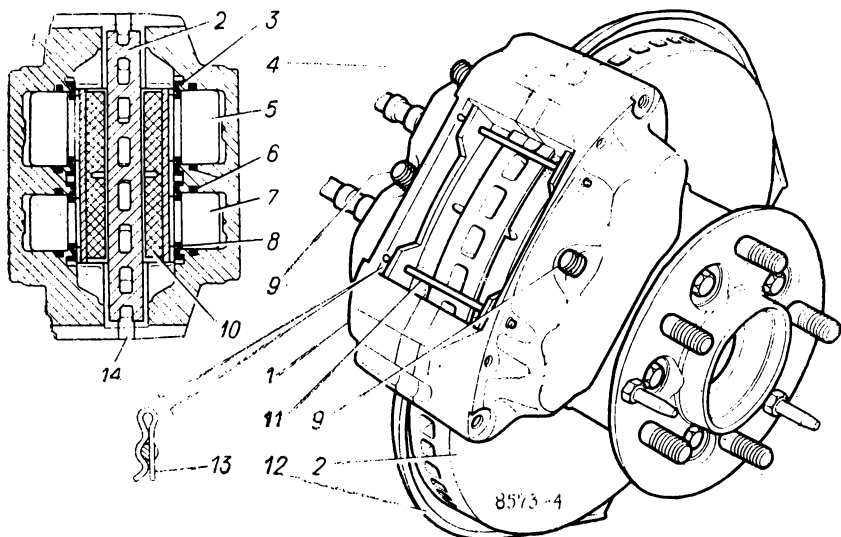

Рис. 44. Передний дисковый тормозной механизм:
Передние тормозные механизмы состоят из вентилируемого диска 2 (рис. 44), закрепленного на ступице переднего колеса, и скобы 1, закрепленной на поворотном кулаке передней подвески.
- вставьте пальцы 11 и зафиксируйте их шплинтами 13, как показано на рис. 44.
Внимание. На скобах передних тормозных механизмов верхние клапаны 4 (см. рис. 44) служат для прокачки больших цилиндров, а два клапана 9, расположенные в середине скобы, — для прокачки малых цилиндров.